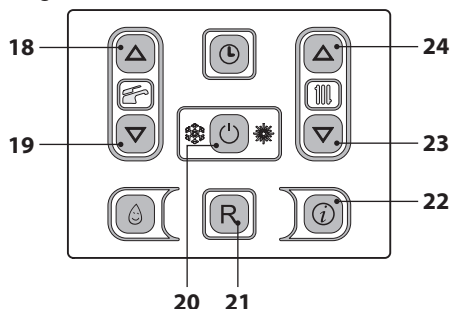
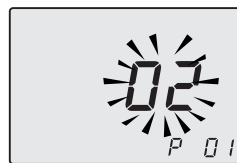

Figura 5.44
Figura 5.45
- Entrare in "modalità programmazione" premendo contemporaneamente per 10 secondi i tasti 20 - 23 - 24 (Figura 5.44) fino a far apparire sul display LCD le lettere **P01** e il valore del parametro, indicanti l'entrata nel "parametro 01" (Figura 5.45).
- Premendo il tasto 20 (Figura 5.44) si ottiene la conferma del valore inserito.